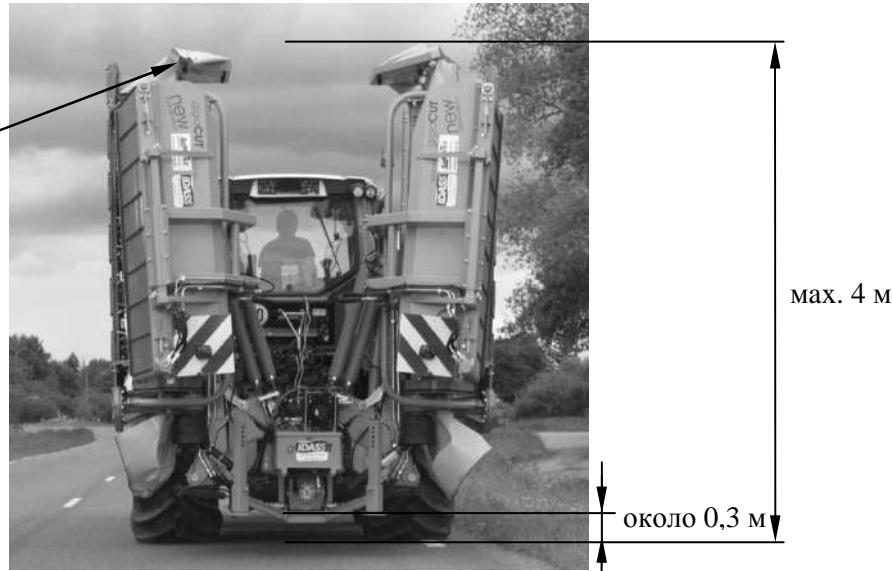

Рис. 20. Транспортная позиция
Чтобы установить косилку в транспортную позицию вертикальную (**Рис. 20**) следует нажать кнопку (14) управляя одновременно рычагом внешней гидравлики трактора. Если в конечной фазе подъема режущие аппараты останавливаются и механические блокады не закроются следует увеличить давление в оттяжной системе. Чтобы это совершил следует выключить кнопку (14) (выключение сигнализируется погашением зеленого диода), нажать кнопку (15) , которая предназначена для направления масла из трактора в систему разгрузки вызывая повышение в нем давления, и продолжать складывание косилки в транспортную позицию при помощи гидравлики трактора, до закрытия механических блокировок.. Затем выключаем управление кнопкой (1) .
- Поднять косилку гидравлическим подъемником так, чтобы нижние тяги трактора находились на высоте около 30 см над землей (Рис. 20),
- понизить транспортную высоту на тягах трактора так, чтобы не превышала 4 м (Рис. 20)
Запрещается движение по общественным дорогам машиной, которой транспортная высота превышает 4 м (во время транспортировки следует снизить транспортную высоту на тягах трактора **Рис. 20**).